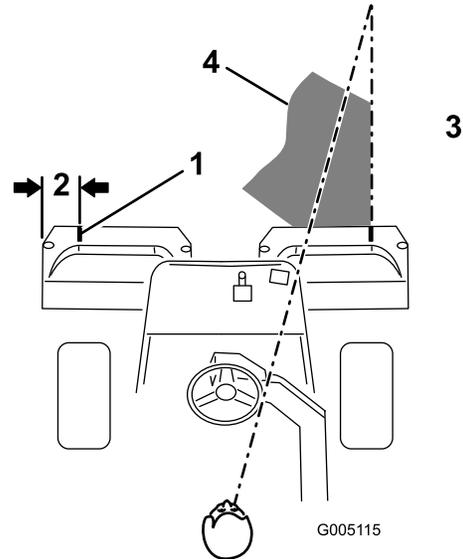
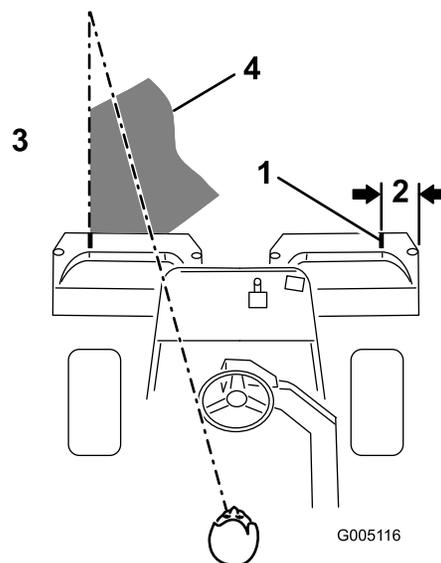

Figura 29
Figura 30
- Applicate una striscia adesiva bianca, oppure tracciate una linea con della vernice bianca, su ciascun cestello, parallela al bordo esterno del cestello stesso (Figura 29).
- Durante le passate di ritorno sovrapponetevi uno spazio minimo alla falciatura precedente. Per tosare in linea retta il green e mantenere la macchina alla medesima distanza dal bordo della falciatura precedente, immaginate una linea compresa tra 1,8 e 3 m circa davanti alla macchina e fino al bordo della sezione di green da tosare (Figura 29 e Figura 30). Potrebbe essere utile includere nella linea di collimazione il bordo esterno del volante, vale a dire, tenere allineato il bordo del volante con un punto che si trovi sempre alla stessa distanza dalla parte anteriore della macchina (Figura 29 e Figura 30).